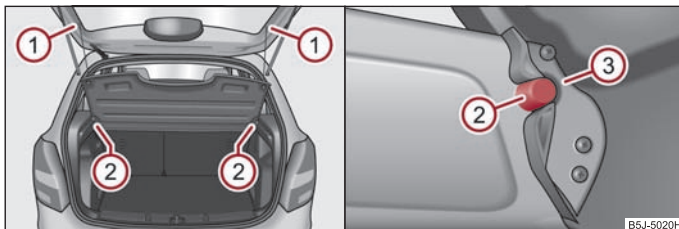

Fig. 59 Demontarea / Montarea raftului din portbagaj
- Demontați benzile de susținere ① ⇒ fig. 59.
- Demontați capacul portbagajului aplicând lovituri adecvate asupra părții inferioare a capacului, în zona dintre suporturi, scoțând suporturile ②.
- La remontare, așezați capacul pe suprafețele de așezare ale capitonajelor laterale și așezați elementele de prindere pe capac ③ deasupra suportului ② de la capitonajul lateral.
- Suspendați benzile de susținere ① de capacul portbagajului.